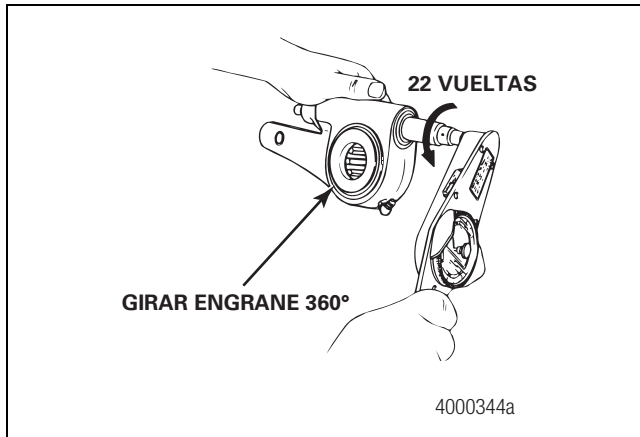

Figura 4.3
- Use una llave de tuercas de lbs-pulg y gire la tuerca de ajuste A LA IZQUIERDA (Figura 4.3) para girar el engrane 360 grados, o 22 vueltas de la llave de tuercas, conforme va leyendo la escala de par de torsión en la llave de tuercas. Al girar el engrane, el valor debe ser menor de 45 lbs-pulg (5 N•m).